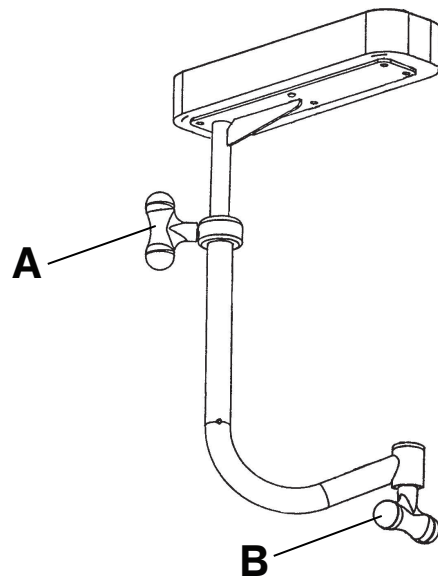

Figura 3 – Ajustar el reposamuñecas opcional
1. Gire la perilla (A) en sentido antihorario (Figura 3).
3. Gire la perilla (A) en sentido horario hasta que el reposamuñecas esté bien sujeto.
1. Gire la perilla (B) en sentido antihorario (Figura 3).
3. Gire la perilla (B) en sentido horario hasta que el reposamuñecas esté bien sujeto.